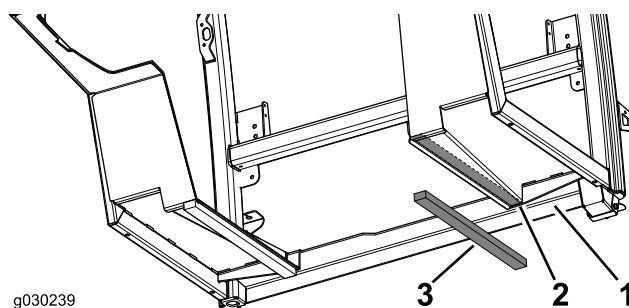

Figura 7
2. Aplique os outros vedantes do piso no lado direito da cabina (Figura 7).